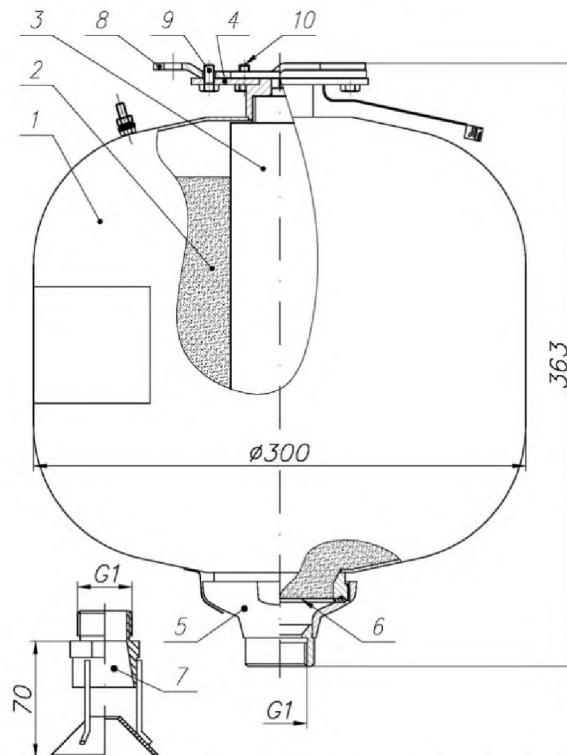

Рисунок 1 -Устройство модуля порошкового пожаротушения Буран-15КД
6.5 Соединить держатель модуля 4 (рис. 1) с кронштейном 8 так, чтобы головки болтов 10 вошли в широкие части пазов держателя модуля. После этого повернуть модуль вокруг оси до упора, болты при этом заходят в узкие части пазов идерживают модуль в подвешенном состоянии. Зафиксировать от поворота модуль относительно кронштейна болтом 9. Затянуть болты 10.